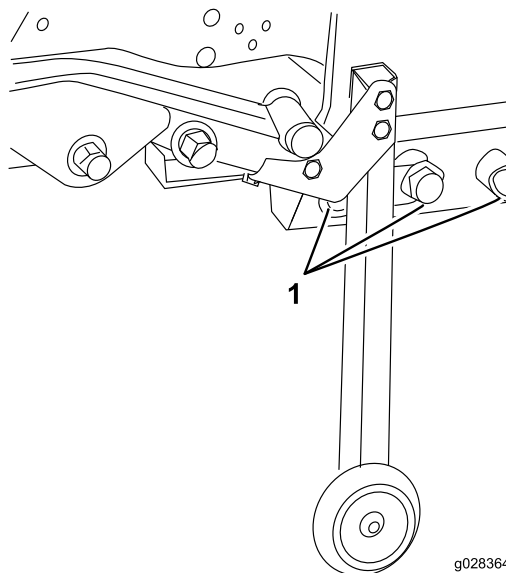

Figura 85
38. Fate scorrere il piatto di taglio e il telaio estivi in posizione e montate 5 bulloni (3/4 poll.), rondelle e dadi che collegano il telaio del piatto al telaio posteriore (Figura 85).